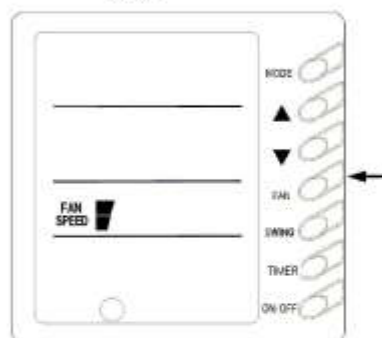

Рис. 3
2) Управление вентилятором (Рис.3 показывает только этот участок, как и остальные рисунки.)